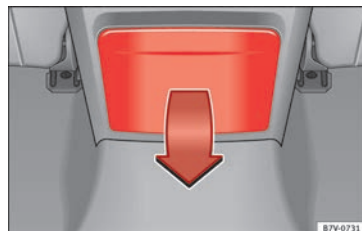

Fig. 190 Partie arrière de la console centrale : déplier les porte-boissons.
- Pour *ouvrir*, déplier le porte-boissons vers le bas, dans le sens indiqué par la flèche » **fig. 190**.